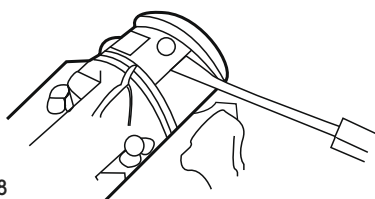

Figure 8
3. Utilisez un tournevis pour retirer l'attache. (Voir Figure 8)